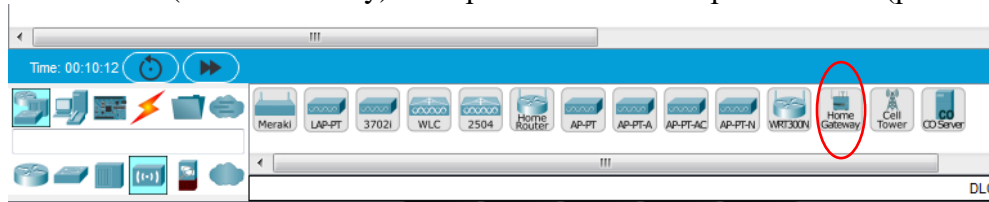

Рис.3.1
1. Відкрийте в Network devices підрозділ Wireless devices , знайдіть в ньому Домашній шлюз (Home Gateway) та перетягніть його на робоче поле (рис.3.1).